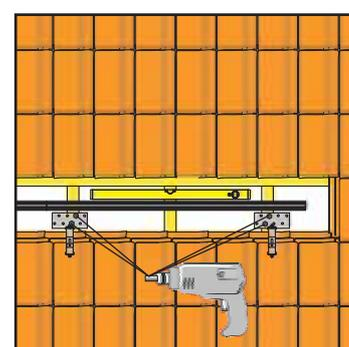

Figura 3-9 Avvitare saldamente i ganci da tetto ai puntoni con almeno due viti
- Fissare ciascun gancio da tetto (FIX-AD, FIX-ADP) con almeno due delle viti da legno in dotazione al puntone (Figura 3-9) praticando i fori con una punta a spirale da $\varnothing 6$ mm.